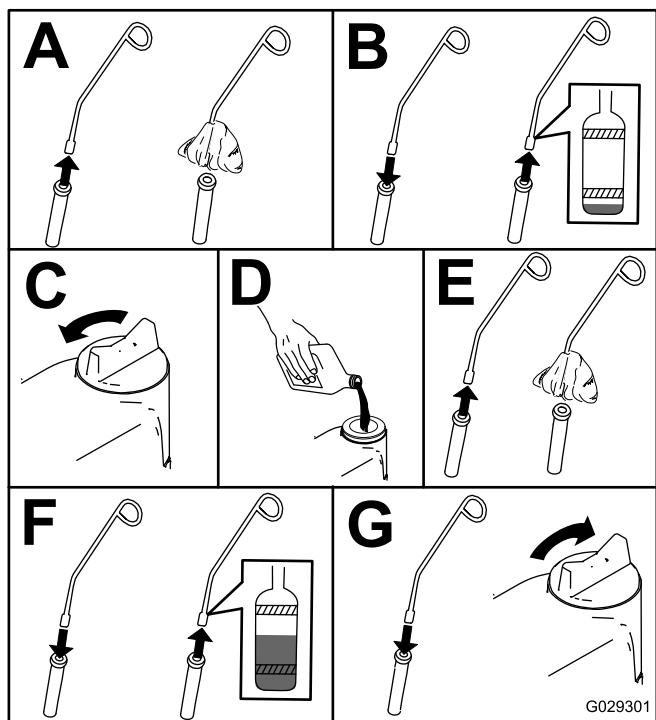

Figura 37
4. Verifique o nível de óleo do motor, conforme se mostra na Figura 37.